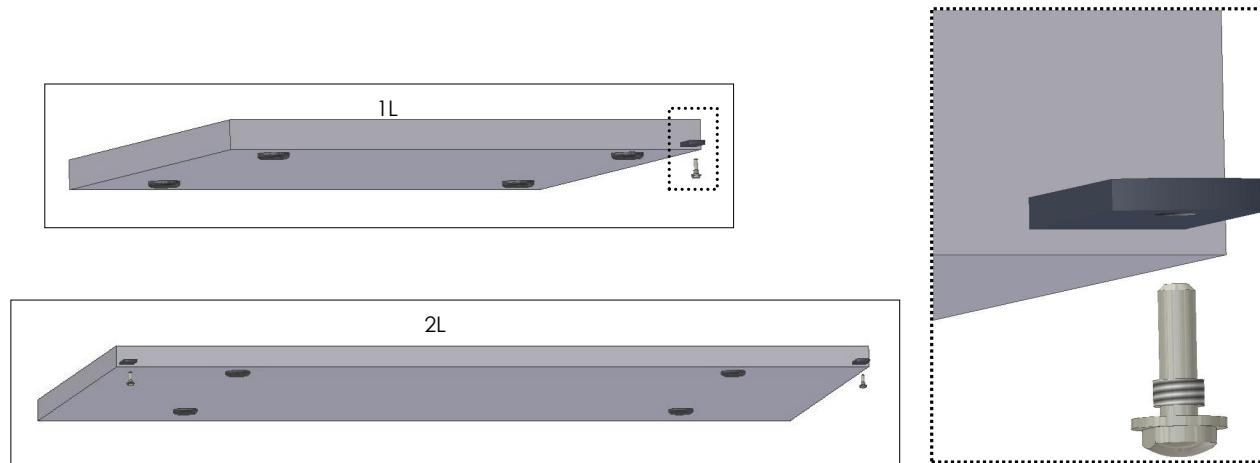

Fig. 1
- Colocar **los pernos inferiores** en el dobladillo de fijación de la puerta (Fig.1);